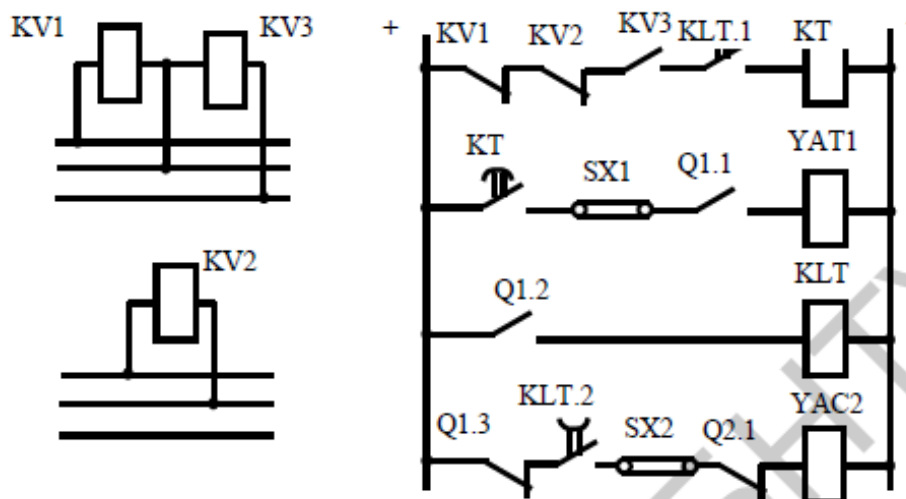

Рис. 3.1. УАВР на постоянном оперативном токе для выключателей
3. Поясните порядок работы устройство АВР на постоянном оперативном токе (рис.3.1) . Как обеспечивается ускорение действия АВР при включении резервного выключателя на поврежденные шины.